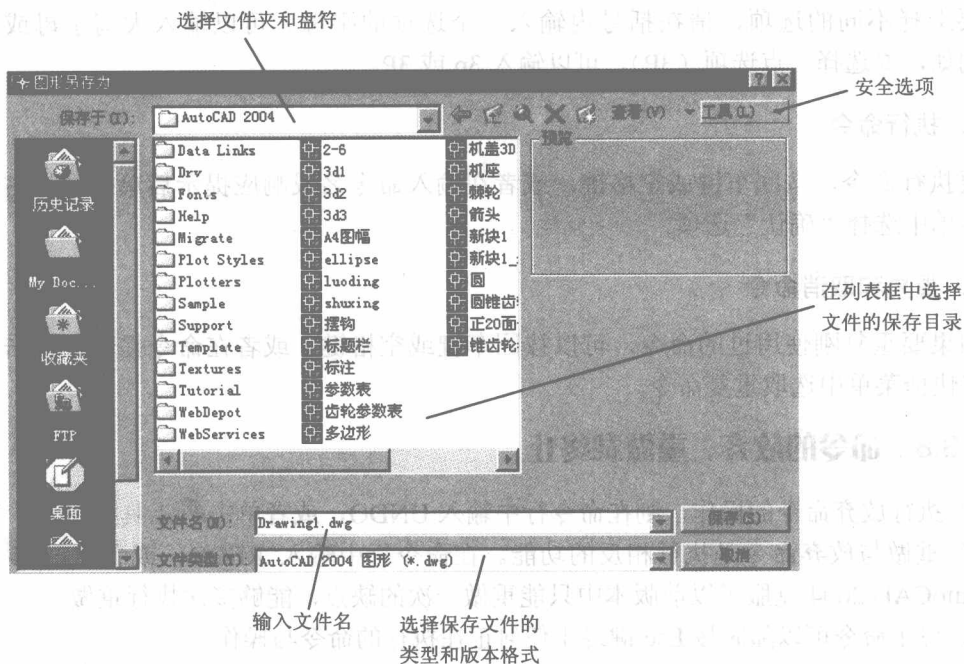

图 1.6 图形“另存为”对话框
② 在“图形另存为”对话框中的“文件名”处, 输入新图形的名称(不需要输入扩展名)。然后单击“保存”按钮。图形“另存为”对话框如图 1.6 所示。